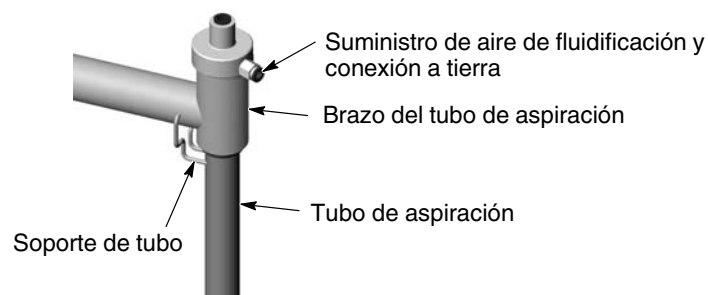

Figura 4-1 Uso del soporte del tubo de aspiración
1. Ver la figura 4-1. Elevar el tubo de aspiración y mover hacia abajo el tubo y debajo del extremo del tubo de aspiración para sujetarlo donde debe en el brazo.